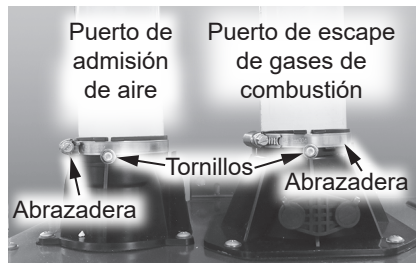

Figura 209 - Ubicación del puerto de admisión de aire/puerto de escape de gases de combustión
- 3 Ubique el puerto de escape de gases de combustión y el puerto de aire de admisión. Consulte la Figura 209.
- 4 Retire los dos (2) tornillos autorroscantes que fijan las tuberías de aire de admisión y escape a los puertos. Deje los tornillos a un lado en un lugar seguro para volver a instalarlos. Consulte la Figura 209.
- 10 Vuelva a instalar los dos (2) tornillos que se retiraron en el Paso 4. Consulte la Figura 209.
- 11 Apriete las abrazaderas en los puertos de escape y aire de admisión para fijar la tubería. Consulte la Figura 209.